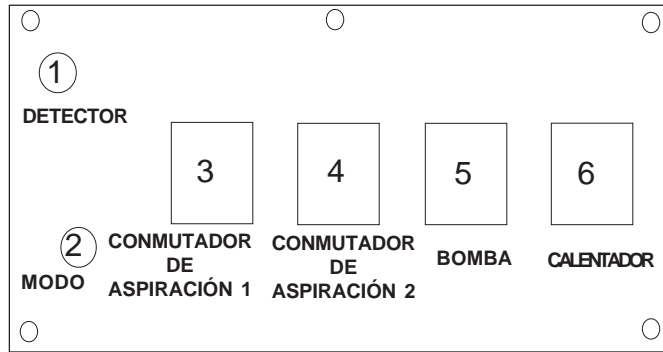

Figura 5
- C. Enchufe el cable número 2. La luz indicadora "Locator (Detector)" se enciende cuando los cables son enchufados en circuitos diferentes. Ahora puede comenzar la limpieza. El calor inicial demora 10 segundos hasta alcanzar la varilla. La luz "Mode (modo)" se enciende cuando el intercambiador de calor está calentando activamente. (Vea la Figura 5 en la página 8 siguiente).